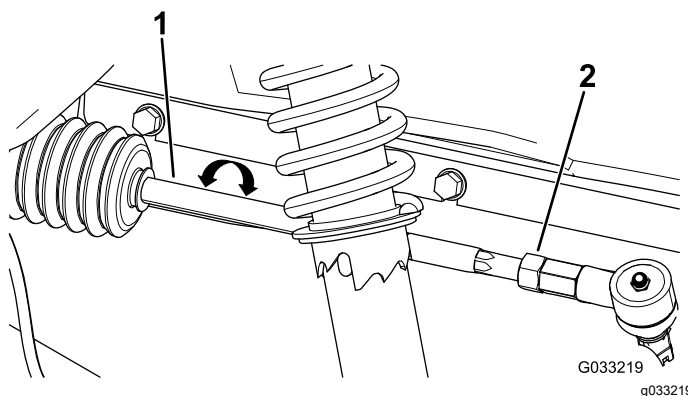

Figure 53
2. Si les mesures ne sont pas comprises entre 0 et ± 3 mm, desserrez les écrous de blocage aux deux extrémités extérieures des biellettes (Figure 53).